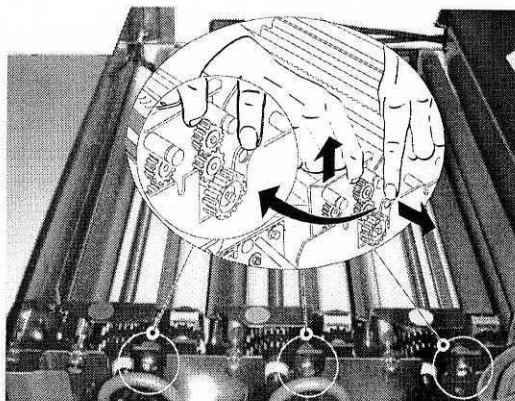

Рис. 4.
- Снимите стойки, подняв их за ручки по краям и освободив крепежный зажим (рис. 4).